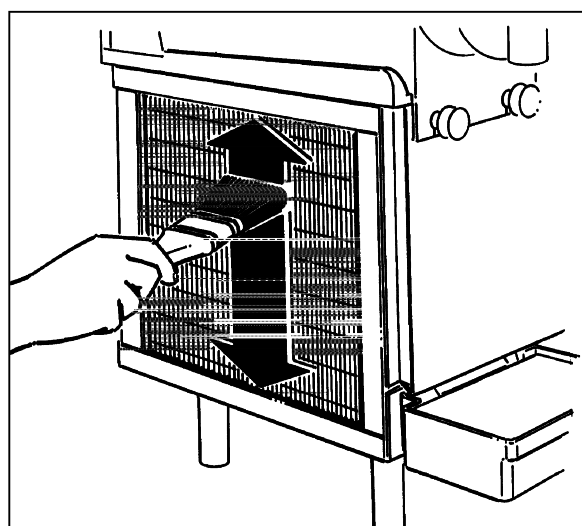

Fig. 22
-Nettoyer les ailettes du condensateur en éliminant la poussière de ce dernier avec de l'eau ou un aspirateur (voir fig.22).